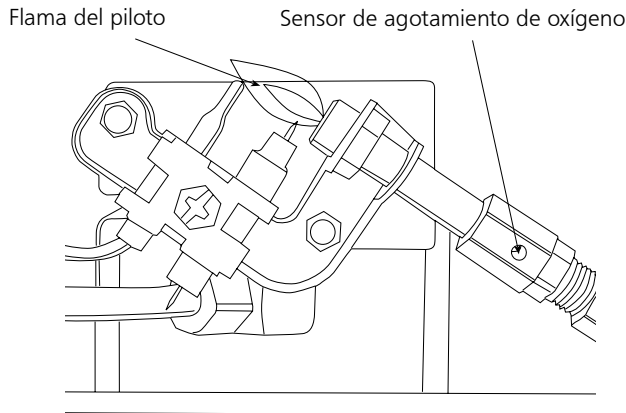

Figura 2
- Gire el regulador externo para la instalación de tanque fácil. Tornillo 1 libra. cilindro de suministro de gas de LP disponible dextrórum (de fondo) en calentador portátil hasta de mano apretado. No use el sellador de hilo en esta union. ; ver la Figura 2.
La figura 2: Ate el depósito de combustible
- Ligeramente deprima y gire el Botón de Control en contrario para "PILOTAR" la posición, totalmente deprimir para encender a piloto y asimiento durante 30-60 segundos. Repita hasta pilotos. Ver la Figura 2.
Inspeccione visualmente la llama del piloto y el quemador periódicamente durante su uso. La llama del piloto debe ser de color azul (no amarilla) y debe extenderse más allá de la termocupla. La llama rodeará la termocupla justo debajo de la punta. Ver Figura 2, arriba. Una llama levemente amarilla puede ocurrir cuando la llama del piloto y la del quemador principal se encuentran. El quemador debería ser anaranjado brillante (con un leve color azul alrededor del borde y una bruma roja-anaranjada que es visible en el azulejo de cerámica es aceptable) y sin una llama muy notable. Una llama azul que sobresale de la parte superior del azulejo de cerámica indica una acumulación de polvo, pelusas o telarañas dentro del ensamble de la carcasa y del quemador principal. Si el piloto es amarillo o el quemador tiene una llama notable, es posible que sea necesaria una limpieza. Utilice los siguientes procedimientos para inspeccionar el ensamble de la carcasa y del quemador principal. Es necesario revisar periódicamente el orificio del quemador y el tubo venturi del quemador para asegurarse de que están libres de insectos, nidos o telarañas que pueden acumularse con el tiempo. Un tubo obstruido puede generar un incendio.
- 3 Quite (4) cuatro tornillos que aseguran la tapa trasera al Calentador.
- 5 Quite (4) cuatro quemador que retiene tornillos y línea de combustible de la asamblea de quemador. Quite la asamblea de quemador de la espalda del alojamiento.
- 8 Inspeccione y limpie el piloto (montado en el soporte) con una aspiradora o con aire a presión a través de los orificios en el piloto los cuales se indican con flechas en la Figura 2.